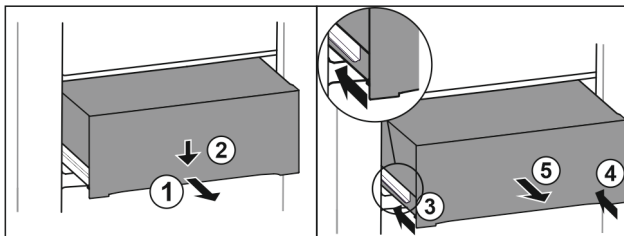

Fig. 92
- ▶ Вытяните выдвижной ящик наполовину. Fig. 92 (1)
- ▶ Вдавите выдвижной ящик в передней части вниз. Fig. 92 (2)
- ▶ Задвиньте левую направляющую прим. на 2 см. Fig. 92 (3)
- ▶ Задвиньте правую направляющую прим. на 2 см. Fig. 92 (4)
- ▶ Извлеките выдвижной ящик движением вперед. Fig. 92 (5)